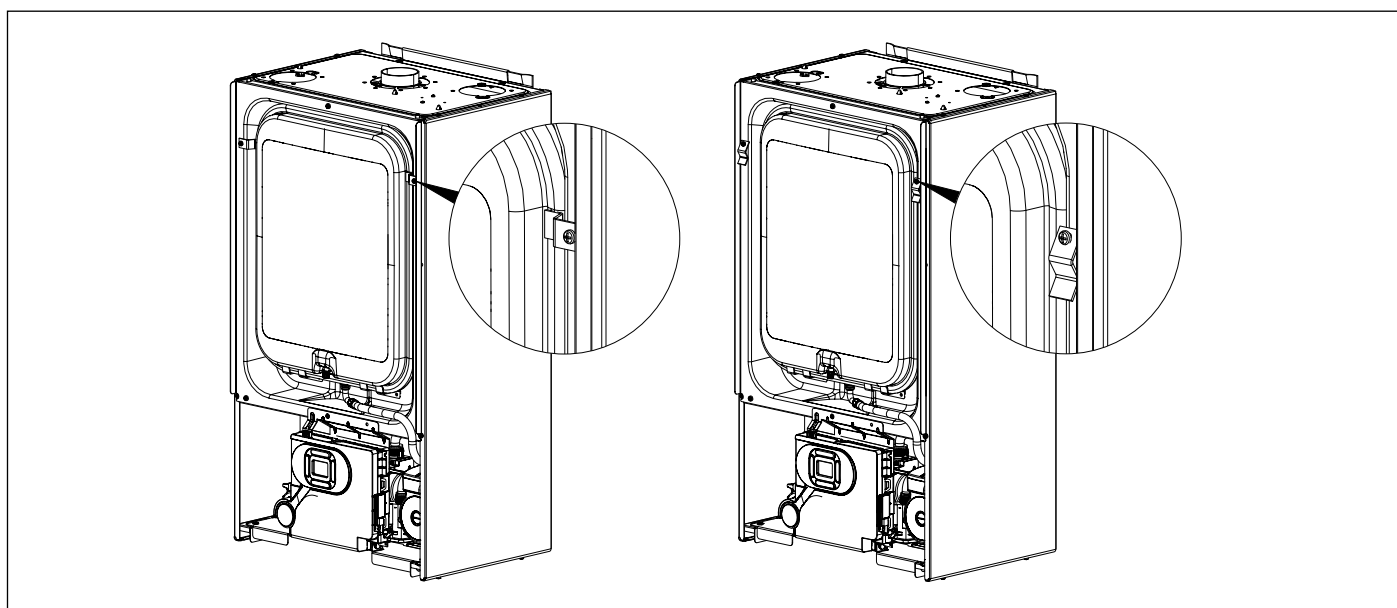
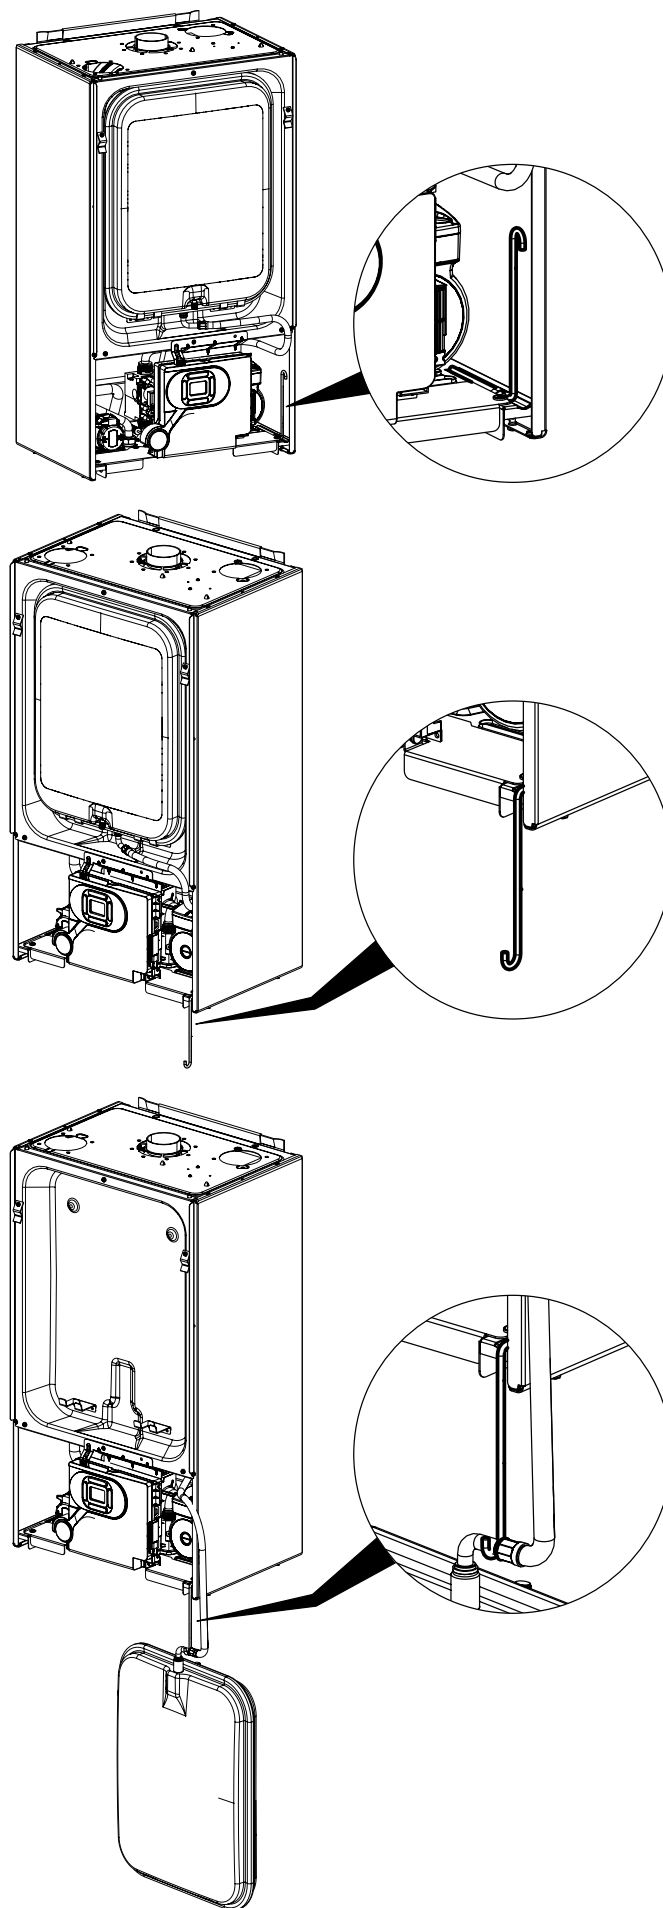
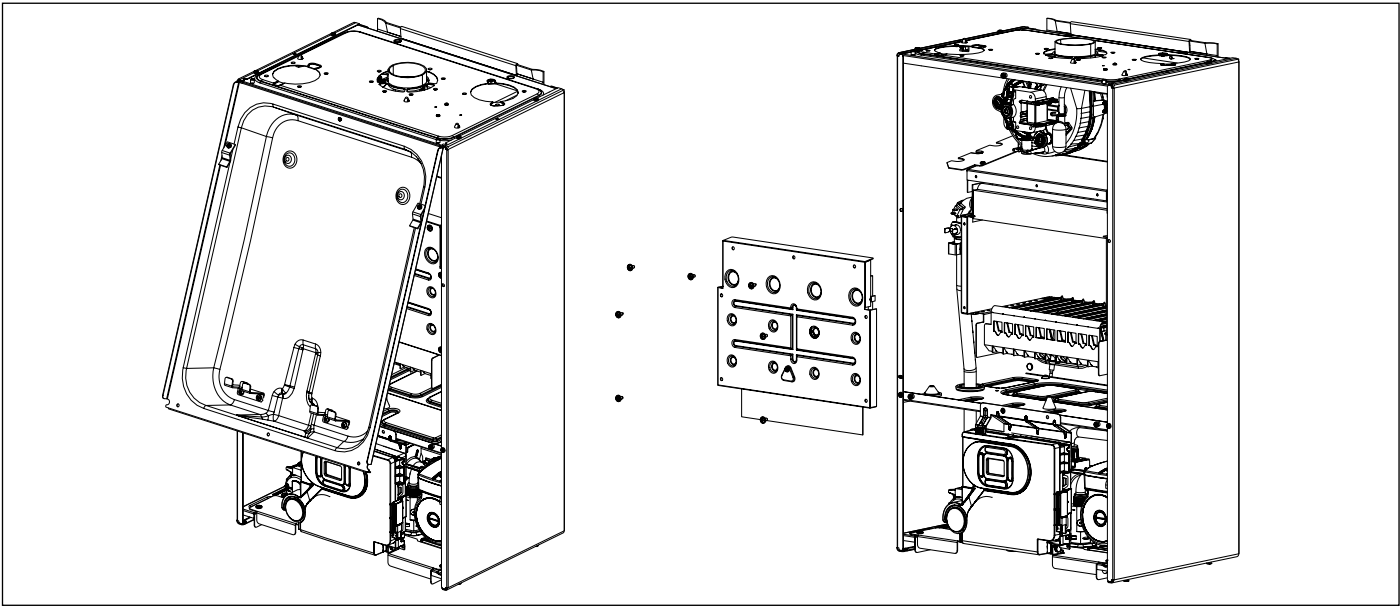

Fig. 24 Démontage brides blocage vase d'expansion
Fig. 25 Bride porte vase d'expansion
Fig. 26 Démontage chambre de combustion
- Enlever le panneau frontal de la chambre de combustion en déplaçant le vase d'expansion (voir Fig. 24 Démontage brides blocage vase d'expansion; Fig. 25 Bride porte vase d'expansion e Fig. 26 Démontage chambre de combustion).
- Démonter la partie frontale de la chambre de combustion (voir Fig. 26 Démontage chambre de combustion).